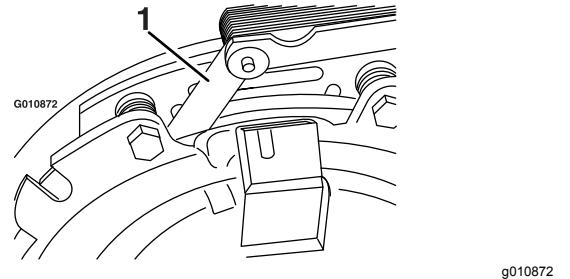
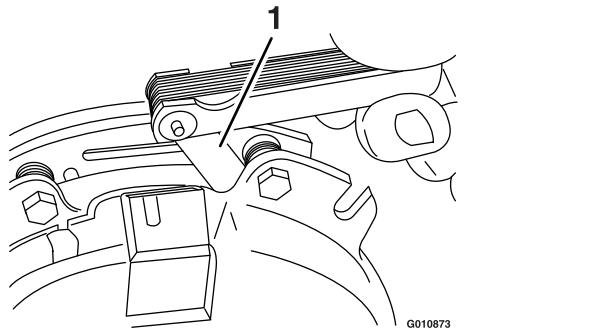

Bild 84
Bild 85
- E. Prüfen Sie mit einer Fühlerlehre (0,25 mm) den Abstand zwischen dem Drehzylinder und der Vorderseite der Lehre an beiden Seiten des Bremsschafts, wie in **Bild 84** und **Bild 85** abgebildet.